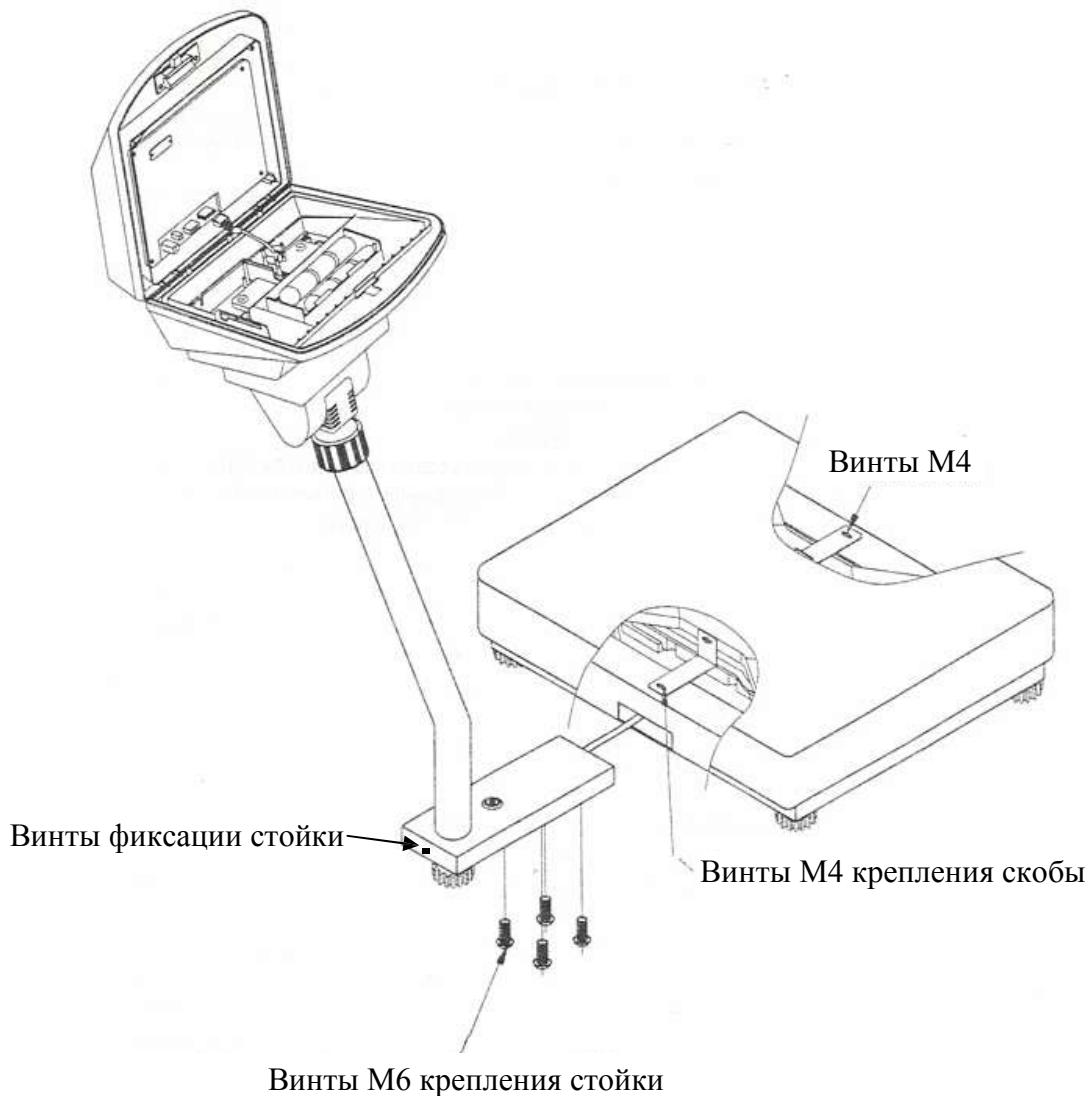

Рисунок 5.1 – Порядок сборки
- Вставьте стойку в паз корпуса весов и зафиксируйте её двумя винтами (см. рисунок 5.1), используя шестигранный ключ.